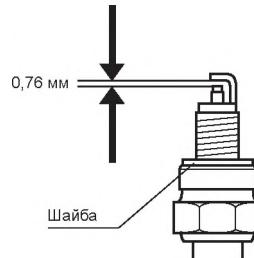

Рис. 14
- Проверьте величину зазора между земляющим и центральным электродами, используя специальный щуп. При необходимости установите зазор 0,76 мм (рис. 14).